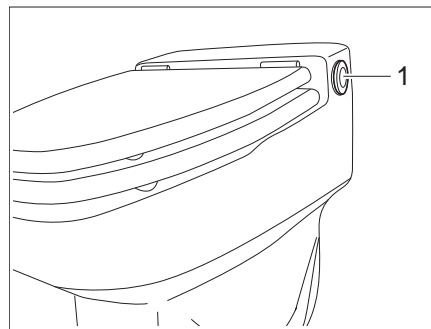

Fig. 186 Bouton de chasse de la toilette avec broyeur
- Appuyer plusieurs fois sur le bouton de chasse de la toilette (Fig. 186,1) jusqu'à ce que l'eau arrive.